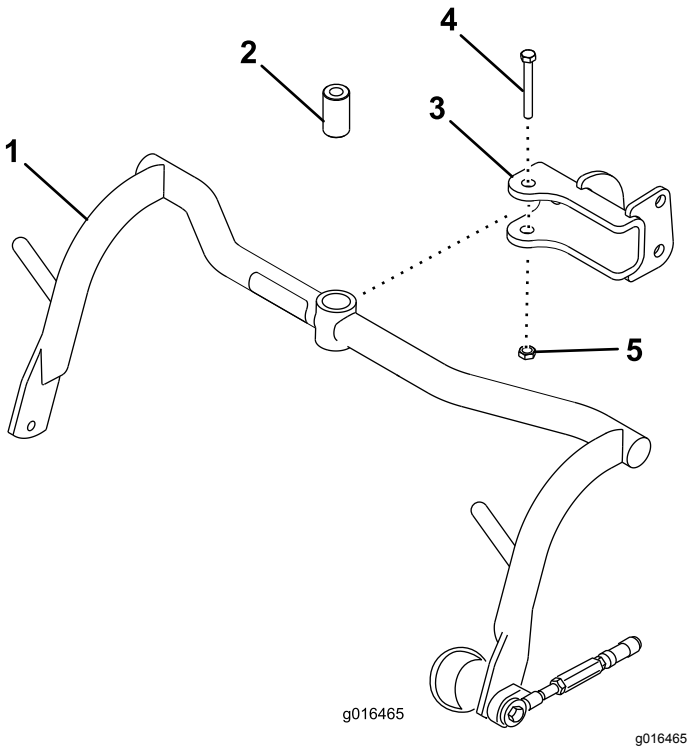

图 8
1. 用隔片、螺栓 ½ x ¾ 英寸和锁紧螺母 ½ 英寸将承载架组件安装到各个 U 形销上请参阅图 8。上紧扭矩至 91 113N·m。